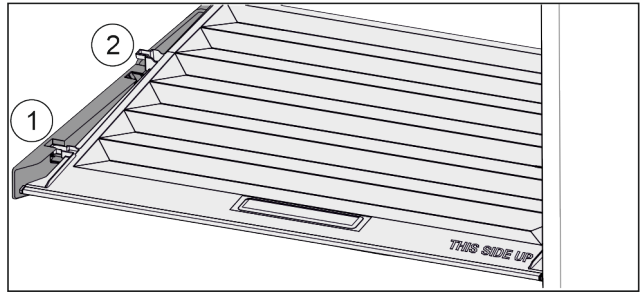

Fig. 28
- ▶ Tirer le couvercle vers l'avant jusqu'à dans l'orifice des pièces de retenue Fig. 28 (1).
- ▶ Le soulever par le bas à l'arrière et le sortir par le haut Fig. 28 (2).